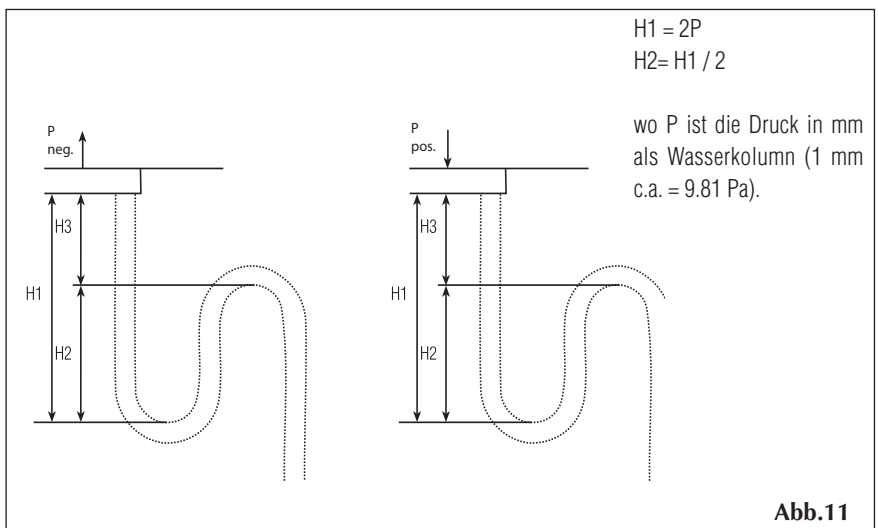

Abb.11
- am Austrag von Kondensatablauf, muss es einen Freiraum von mindestens 200 mm für die Siphon laufen (Abb. 11).